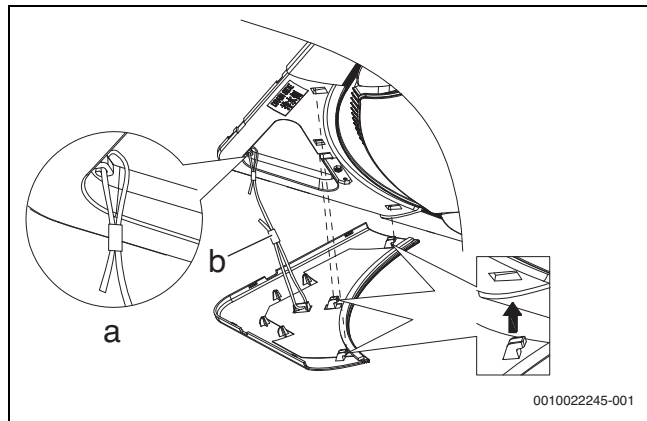

Рис. 24
3. Закрепите предохранительный строп декоративного уголка как показано на Рис.24.